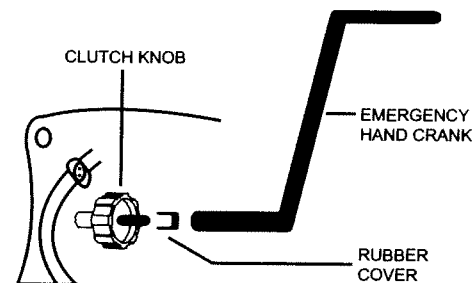

Figure 10
3. Placez la manivelle de secours sur l'axe comme illustré par la figure 10.
3. Bringen Sie die Notfall-Handkurbel auf den Schaft an; siehe Abbildung 10.
3. Place the Emergency Hand Crank on the shaft as shown in figure 10.